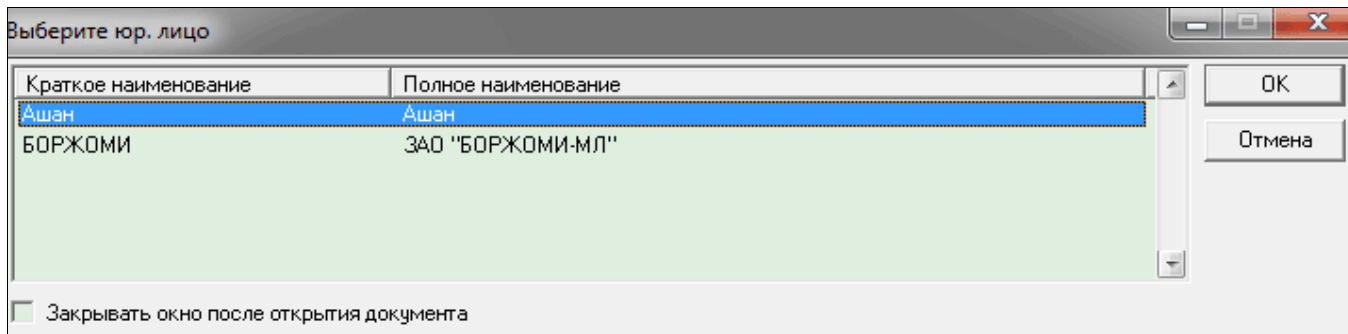

Рис. 7.11.
Возврат поставщику – документ, регистрирующий возврат товара поставщику. Создается из главного меню из пункта «Документы». При создании необходимо выбрать юридическое лицо поставщика, которому возвращается товар (см. рис. 7.11.).
- юридическое лицо поставщика товара (см. рис. 7.11.);